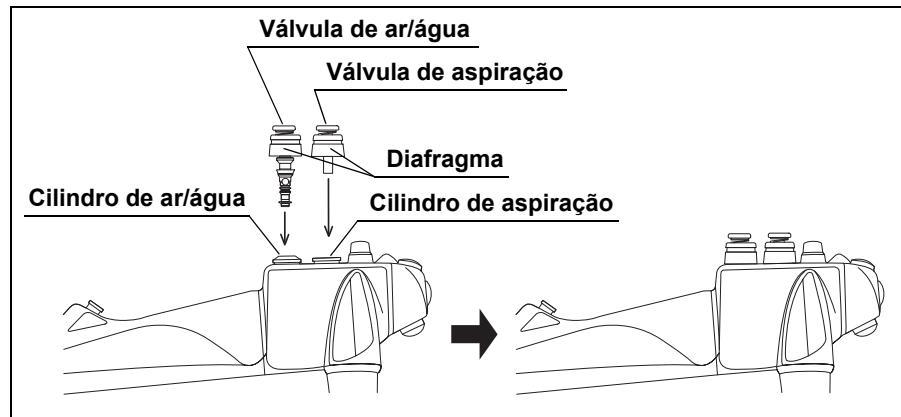

Figura 3.12
1. Acople a válvula de ar/água no cilindro de ar/água do endoscópio (consulte Figura 3.12).